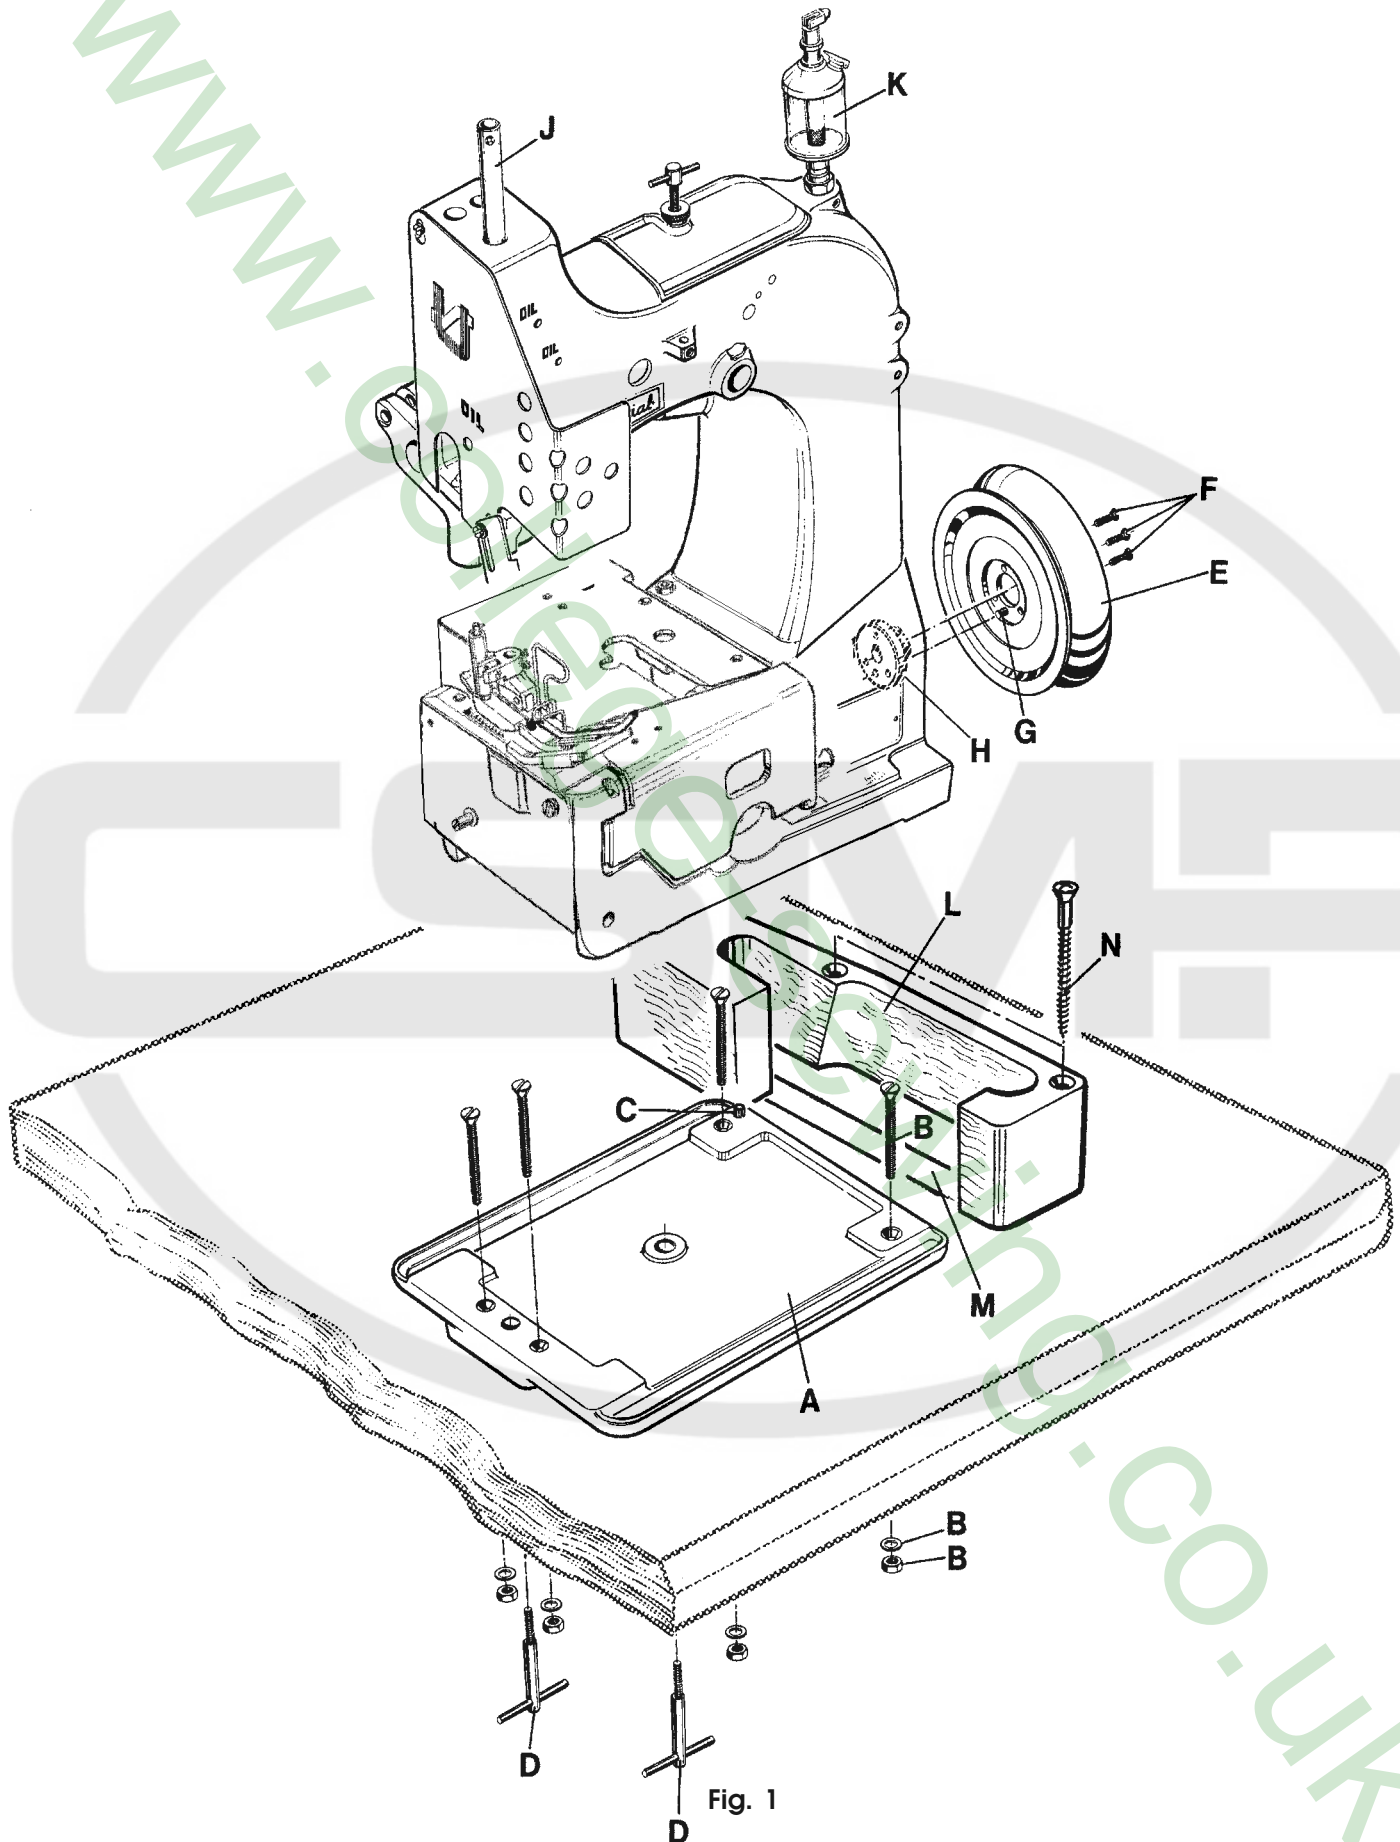
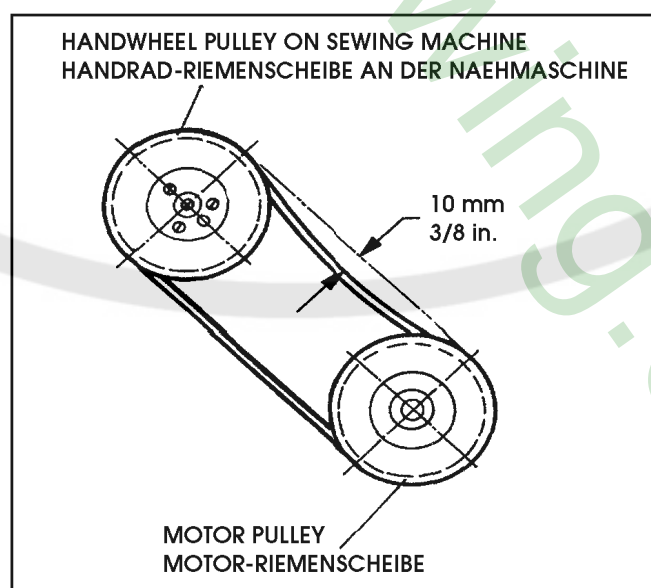

Fig. 1
Fig. 2
2. Mount the base plate (A, Fig. 1) with four screws, nuts and washers (B) in the provided holes on the table board.
3. Place the sewing machine on the base plate so that the roll pin (C) in the base plate engages with the right rear hole in the machine base.
4. Fasten the sewing machine with the two T-screws (D) on the base plate.
6. Assemble the handwheel pulley (E) with three countersunk screws (F) to the sewing machine. Pin (G) must engage with the hole in hub (H).
7. Screw in needle bar guard (J).
8. Screw in sight feed oiler (K).
9. Align the handwheel belt guard (L) with the V-belt slot (M) in the table board and with the handwheel pulley and fasten it with two wood screws (N) on the table board.
10. Dismount motor belt guard. Place the V-belt around the motor pulley and slue the motor to tense the belt. The tension on the V-belt is correct, when with moderate finger pressure it will deflect approx. 10 mm (3/8 in.) midway between handwheel pulley on the sewing machine and motor pulley (see Fig. 2). Remount motor belt guard.
2. Monte la placa de base (A, Fig. 1) con los 4 tornillos, tuercas y arandelas (B) en los huecos ya listos en la tabla de la mesa.
3. Coloque la maquina sobre la base, de manera que el pasador de regulación (C) en la placa base, encaje en el hueco derecho trasero de la base de la máquina..
4. Asegure la máquina de coser con los 2 tornillos T (D) en la placa de base.
6. Monte la rueda del volante (E) con los 3 tornillos remache (F) a la máquina de coser. El pasador (G) debe encajar en el hueco dentro de la rueda (H).
7. Atornille la barra de aguja (J).
8. Asegure la aceitera (K).
9. Alinee el guarda correa del volante (L) con la perforación para la correa en la mesa (M) y con la rueda del volante y sujetelo con los 2 tornillos para madera (N) a la mesa.
10. Desmonte el guarda correa del motor. Coloque la correa en V alrededor del volante y ajuste el motor para tensar la correa. La tensión del la correa en V será lla correcta cuando ejerciendo presión moderada con el dedo ceda en aprox. 10mm (3/8 pulgada) en la mitad entre la rueda del volante en la maquina de coser y la rueda del motor (Ver Fig. 2). Coloque nuevamente el guarda correa del motor.